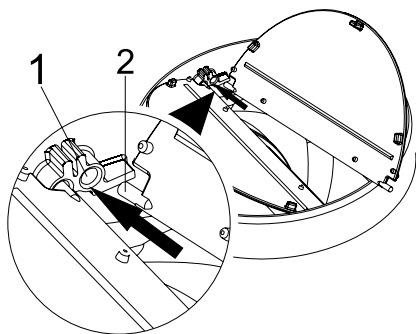

Rys. 1
- Wywiercić otwór wylotu przewodu kominowego zgodnie z wymiarami podanymi w szablonie montażowym. Rys. 1